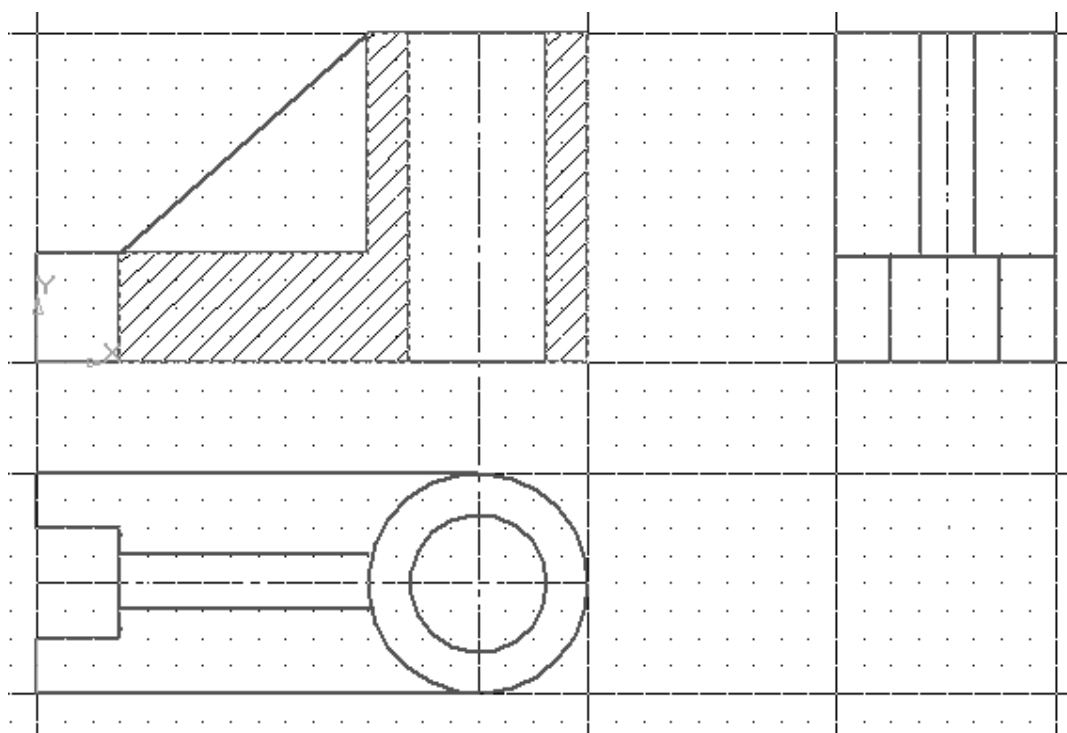

Рис. 60. Указание областей для штриховки
19. Курсором укажите точки внутри областей, которые необходимо заштриховать (рис. 60).